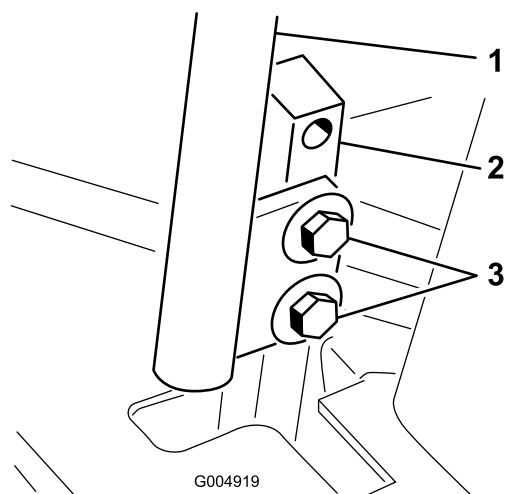

Figura 68
3. Afloje los pernos que sujetan las palancas de control (Figura 68).